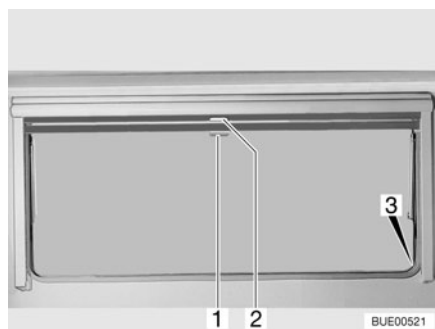

Fig. 41 Ventana abatible
- Tirar del asidero (Fig. 41,2) de la persiana oscurecedora enrollable hacia abajo. Cuando la persiana oscurecedora enrollable se cierre por completo, encajarla en el bloqueo (Fig. 41,3) a ambos lados del marco de la ventana.
- Cuando la persiana oscurecedora enrollable está completamente cerrada: Presionar el tirador (Fig. 41,2) hacia abajo y tirarlo ligeramente hacia dentro. Desenganchar la persiana oscurecedora enrollable de los bloques a izquierda y derecha del marco de la ventana.
- Cuando la persiana oscurecedora enrollable se encuentre en una posición intermedia: Tirar ligeramente del asidero (Fig. 41,2) hacia abajo, hasta que se hay soltado el bloqueo.
- Tirar hacia abajo de la mosquitera enrollable (Fig. 41,1) y engancharla en el bloqueo (Fig. 41,3) a ambos lados del marco de la ventana.
- Presionar el tirador (Fig. 41,1) hacia abajo y tirarlo ligeramente hacia dentro. Desenganchar la mosquitera enrollable de los bloques a izquierda y derecha del marco de la ventana.